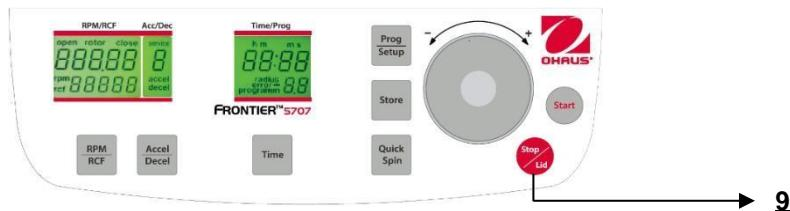

Figura. 25
Mediante il tasto **"Stop/Lid"** (9) (Vedere figura 25) è possibile interrompere il ciclo in ogni momento. Dopo aver premuto il tasto, la centrifuga decelerà all'intensità preselezionata fino a che non si arresta.